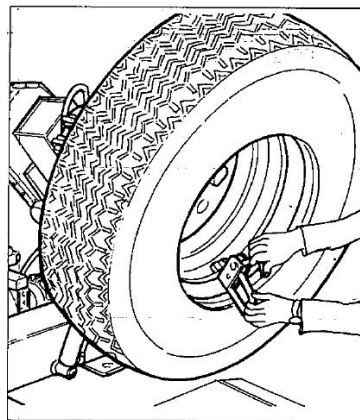

Рис. 24
8) Снимите зажим РС и закрепите его в направлении 6 часов с другой стороны обода колеса (см. рис. 24).